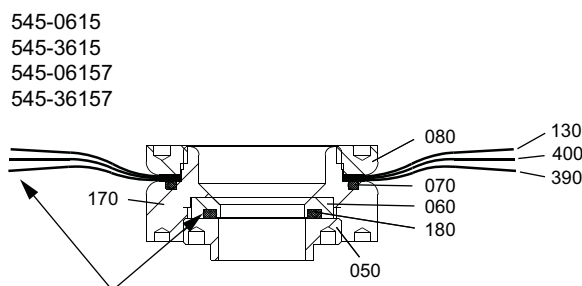

Fig. 7 Position de la membrane, hydro-éjecteurs jusqu'à 20 kg/h
1. Dévisser la bague de la membrane (pos. 80, fig. 7 ou 8).
2. Vérifier le joint torique (70), et le remplacer si nécessaire.
3. Hydro-éjecteurs jusqu'à 20 kg/h : Retirer la membrane (130, 400, 390); Hydro-éjecteurs jusqu'à 40 kg/h : Retirer la membrane (130).